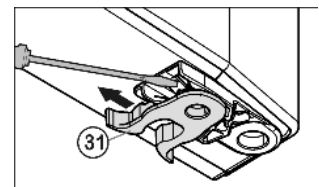

Fig. 8
- ▶ Veerklem Fig. 8 (31) verplaatsen: Sluitnok omlaag drukken, veerklem eroverheen en eraf trekken.